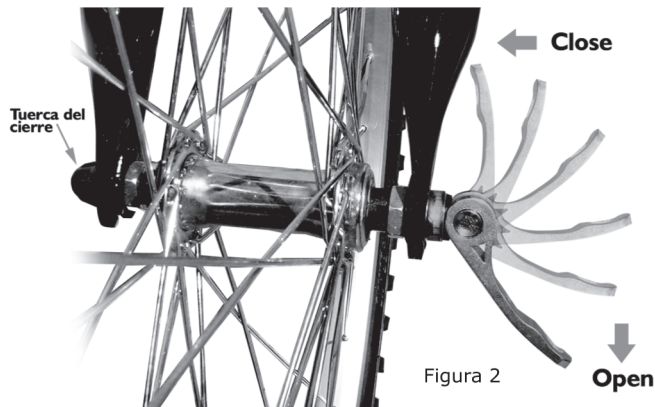

Figura 2
Para operar el cierre rápido al colocar la rueda delantera (Figura 2 - Pág. 28):
- 2- Desacoplar el freno (ver Frenos - Figura 2, Pág. 15).